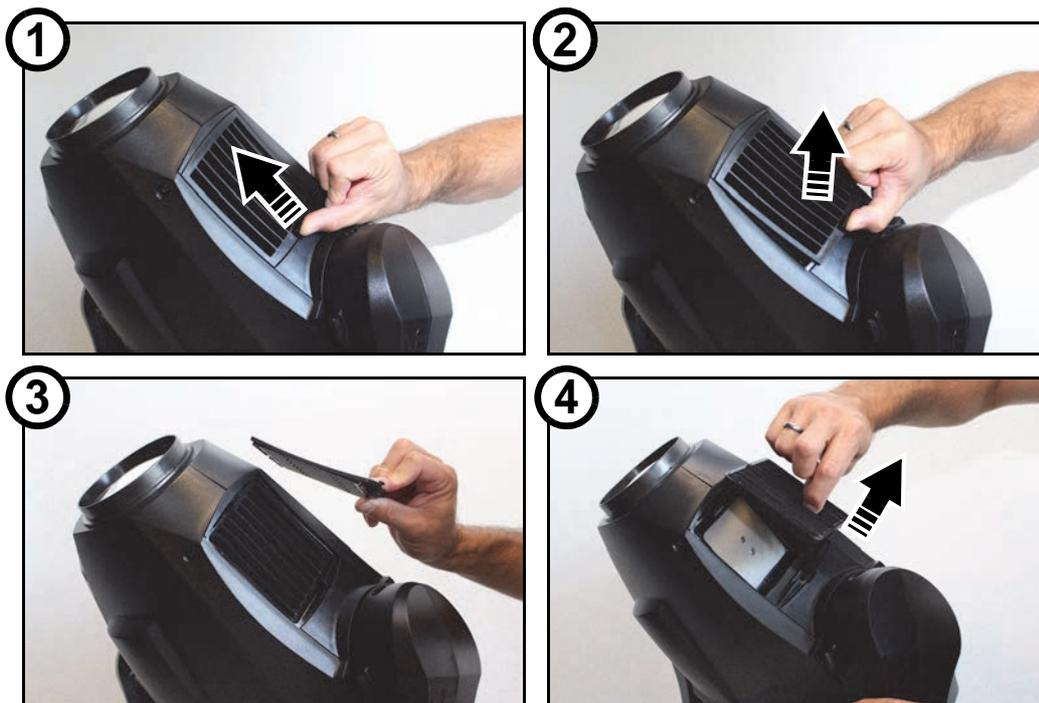

Figure 8: Dépose des couvercles de filtres à air de la tête
3. Voir Figure 8. De chaque côté de la tête, déclipsez les couvercles des filtres et déposez-les.